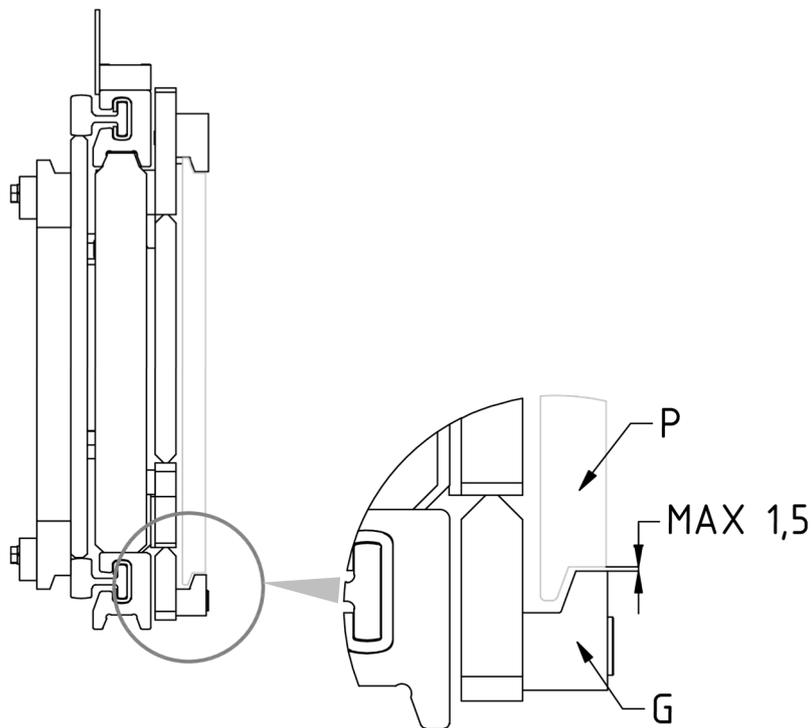

Figure 12
7. Revisser les 2 crochets inférieurs **G** de manière à ce que le corps de ceux-ci reste également accroché en dessous du tablier porte fourche **P** (avec jeu max. 1,5 mm, voir détail *Figure 12*), en serrant avec le couple de serrage indiqué dans le *tableau 3*.
3. Contrôler le jeu entre la partie inférieure du tablier porte-fourches et les crochets inférieurs de l'équipement, en vérifiant qu'il est comme indiqué dans la *Figure 12* (p.21) et intervenir éventuellement sur le serrage des vis qui les maintiennent.